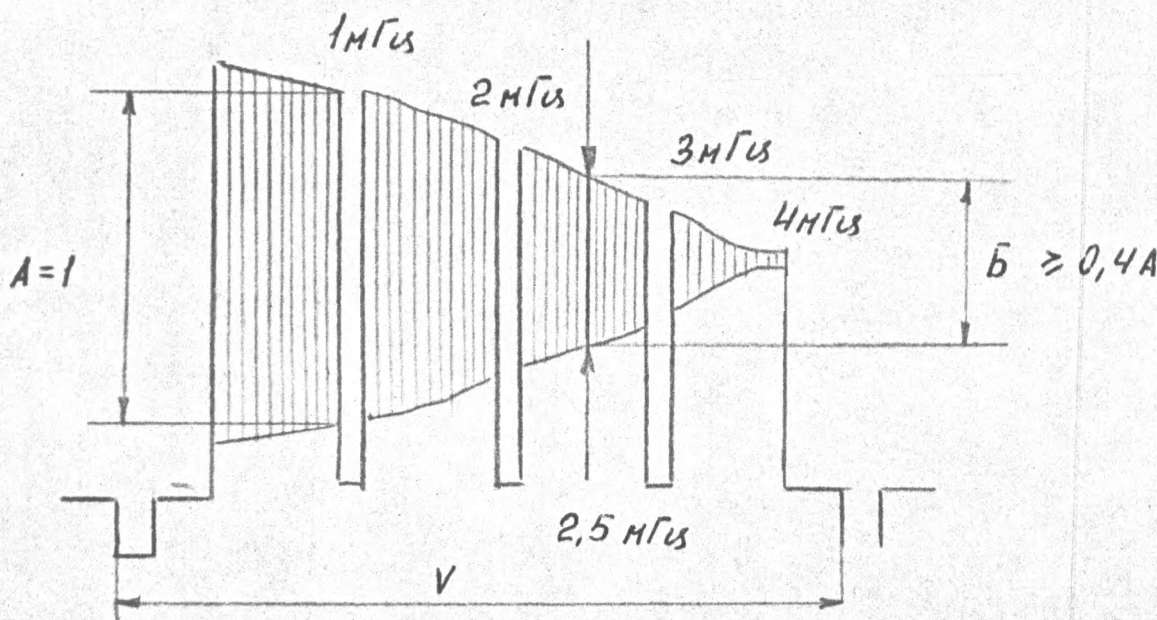

РИС. 7.14
7.6.9.4. ПОДКЛЮЧИТЕ ОСЦИЛЛОГРАФ К К.Т. А3-Х3, ПОВЕРНИТЕ ДВИЖОК РЕЗИСТОРА А3-Р86 В ПОЛОЖЕНИЕ (КРАЙНЕЕ ПРОТИВ ЧАСОВОЙ СТРЕЛКИ СО СТОРОНЫ ПЕЧАТИ) И РЕЗИСТОРОМ А6-Р12 ОТРЕГУЛИРУЙТЕ СИГНАЛ ТАК, ЧТОБЫ ЕГО УРОВЕНЬ Б НА 2,5МГЦ СОСТАВЛЯЛ НЕ МЕНЕЕ 0,4 УРОВНЯ А НА 1МГЦ (РИС. 7.14).
7.6.9.6. ПЕРЕКЛЮЧИТЕ ОСЦИЛЛОГРАФ НА К.Т. АЗ-Х3 И ПРОКОНТРОЛИРУЙТЕ НАЛИЧИЕ СИГНАЛА (СМ. РИС.7.14). В ПРОТИВНОМ СЛУЧАЕ ПОВТОРИТЕ РЕГУЛИРОВКУ ПО ПП.7.6.9.4, 7.6.9.5.
7.6.9.8. ПОДКЛЮЧИТЕ ОСЦИЛЛОГРАФ С1-81 К К.Т. АЗ-Х3 И РЕЗИСТОРОМ А6-Р2 ОТРЕГУЛИРУЙТЕ СИГНАЛ ТАК, ЧТОБЫ ЕГО УРОВЕНЬ Б НА 2,5 МГЦ СОСТАВЛЯЛ НЕ МЕНЕЕ 0,4 УРОВНЯ А НА 1 МГЦ (СМ. РИС.7.14).
7.6.9.10. ПЕРЕКЛЮЧИТЕ ОСЦИЛЛОГРАФ С1-81 НА К.Т. АЗ-Х3 И ПРОКОНТРОЛИРУЙТЕ НАЛИЧИЕ СИГНАЛА (СМ. РИС.7.14). В ПРОТИВНОМ СЛУЧАЕ ПОВТОРИТЕ РЕГУЛИРОВКУ ПО ПП. 7.6.9.8, 7.6.9.9.
7.6.9.12. ПЕРЕКЛЮЧИТЕ ОСЦИЛЛОГРАФ С1-81 НА К.Т. АЗ-Х3 И ПРОКОНТРОЛИРУЙТЕ НАЛИЧИЕ СИГНАЛА (СМ. РИС.7.14). В ПРОТИВНОМ СЛУЧАЕ ПОВТОРИТЕ РЕГУЛИРОВКУ ПО ПП. 7.6.9.3, 7.6.9.11.